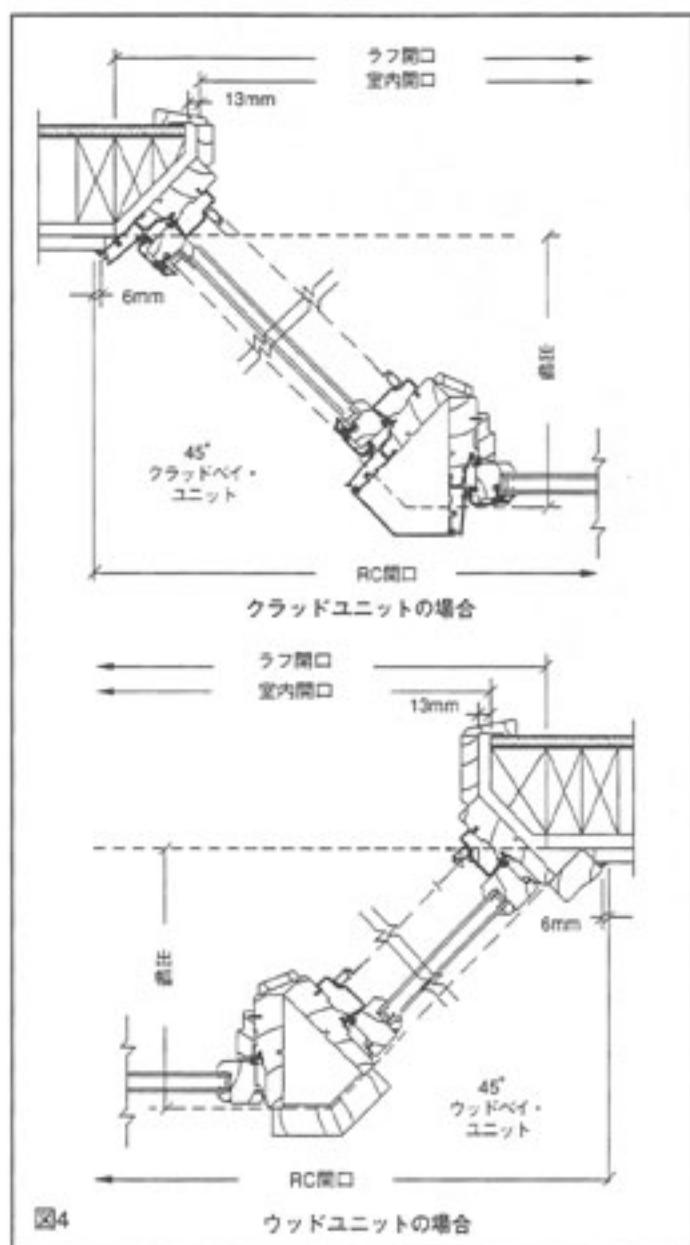

図4
7. ユニットを取り付ける前に、ヘッドボードとシートボードが窓枠と接する部分にコーキングを施します。ウッドユニットの場合は、ケーシングと窓下枠が窓枠と接する部分にもコーキングしてください (図4)。